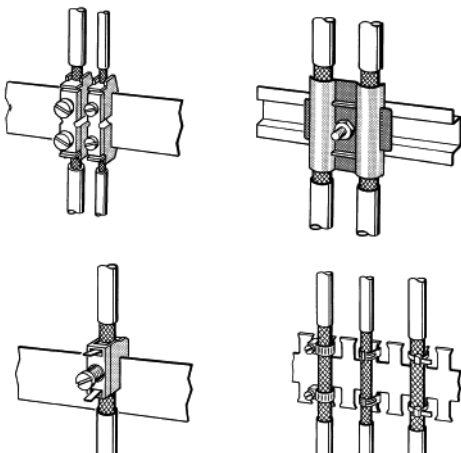

Abb. 6: Befestigen von geschirmten Leitungen mit Kabelschellen und Schlauchbindern (schematische Darstellung)
- Die Schellen müssen den Schirm großflächig umschließen und guten Kontakt ausüben (siehe Abb. 6).